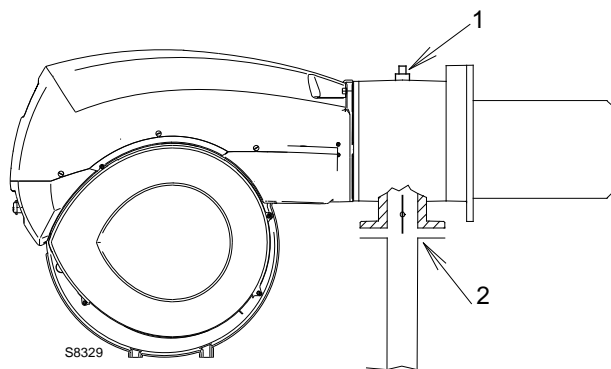

Fig. 29
Pression du gaz mesurée sur la prise 1)(Fig. 29), avec:
Perte de pression sur la vanne papillon à gaz 2)(Fig. 29) avec ouverture maximum: 90°.
- Soustraire la pression de la chambre de combustion de la pression du gaz mesurée à la prise 1) (Fig. 29);
- Pression du gaz à la prise 1) (Fig. 29) = 11,7 "CE